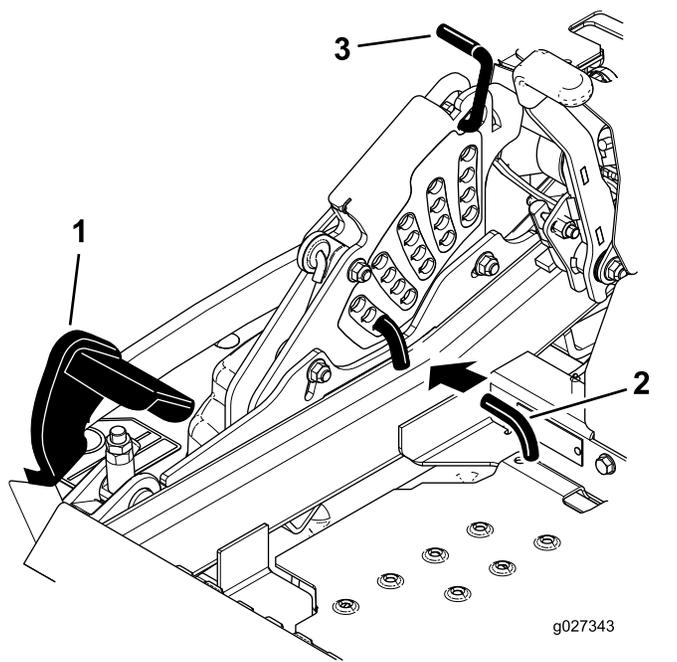

Figura 26
2. Premete il pedale di sollevamento del piatto di taglio e sollevate il piatto in posizione di trasporto (oltre la posizione dell'altezza di taglio di 140 mm); come illustrato nella **Figura 26**.
3. Per regolare, ruotate il perno di 90 gradi e togliete il perno dalla staffa dell'altezza di taglio (**Figura 26**).
4. Nella staffa dell'altezza di taglio scegliete un foro corrispondente all'altezza richiesta, ed inserite il perno (**Figura 26**).